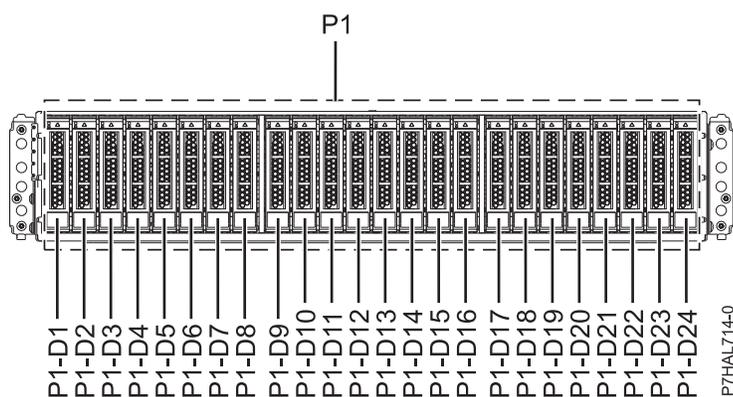
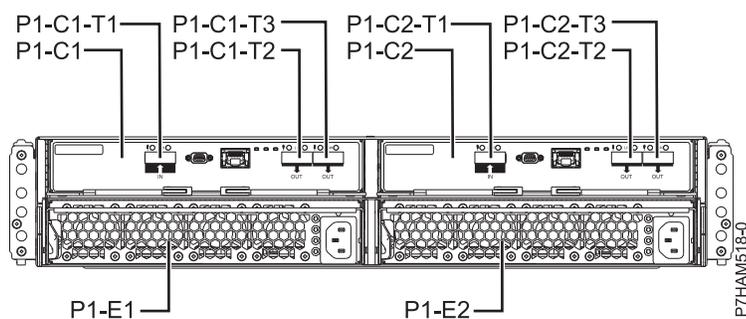

Figura 1. Vista frontal del Alojamiento de unidad de disco 5887 que muestra las ubicaciones de las unidades de disco.
Figura 2. Vista posterior del Alojamiento de unidad de disco 5887
1. Identifique la pieza y el alojamiento a los que desea aplicar el servicio. Las ranuras de unidad de disco y SSD están ubicados en la parte frontal del alojamiento. La Figura 1 y la Figura 2 muestran la vista frontal y la vista posterior del alojamiento y las ubicaciones de las unidades de disco en el alojamiento.